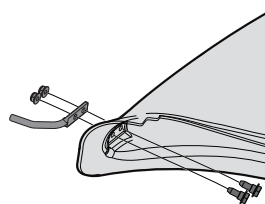

Figura 13
- Instale ambos conjuntos de bolsas en las ménsulas de soporte de bolsa insertando primero el borde delantero, como se ve en (1) de la Figura 13, y bajando el borde posterior hasta que calce en el conjunto (2).
- Desde el interior de la bota, coloque los dos tornillos de cabeza hexagonal (738-1225) del paquete de hardware 689-00636, a través de los orificios en la parte inferior delantera de la bota. Consulte la Figura 13.
- Coloque la varilla de montaje (712-06043) del paquete de hardware 689-00636 en su lugar sobre los tornillos de cabeza hexagonal. Asegúrate de que la punta de la varilla esté hacia afuera desde la bota. Consulte la Figura 13.
- Comience a enroscar las tuercas de seguridad de la brida (712-04064) del paquete de hardware 689-00636 en los tornillos de cabeza hexagonal. Consulte la Figura 13.